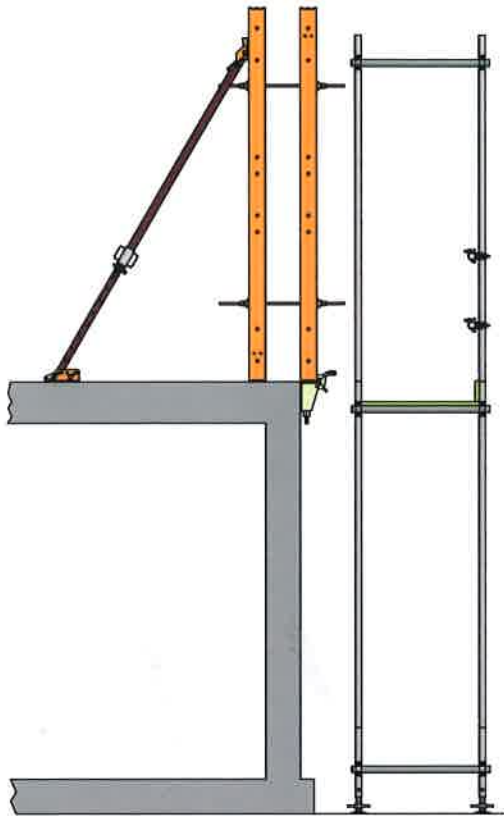

Abb. 1
- Sofern die Innenschalung vorgestellt und abgestützt wird, siehe Abb.1, kann mit den gleichen Tabellenwerten gearbeitet werden.